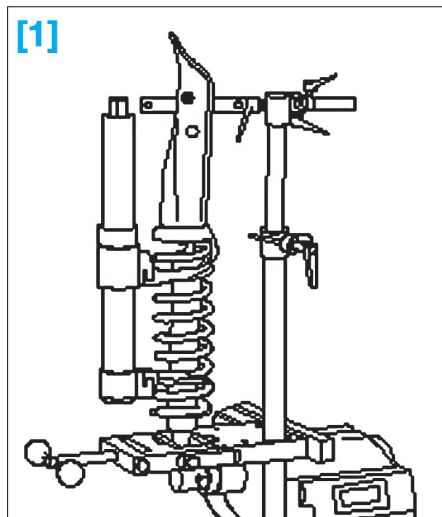

FIG. 69
- Extraire l'amortisseur (4).
- [1]. Compresseur de ressort Ref. V.A.G 1752 (Fig.69).